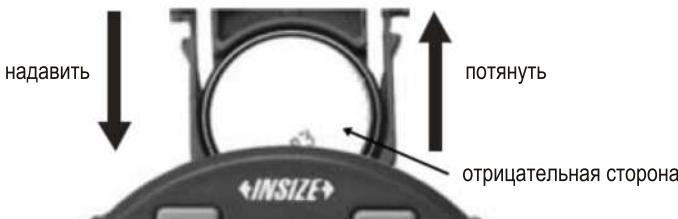

рис. 1
1. Установите и извлеките аккумулятор (CR2032), отрицательная сторона аккумулятора должна быть обращена наружу (рис.1).